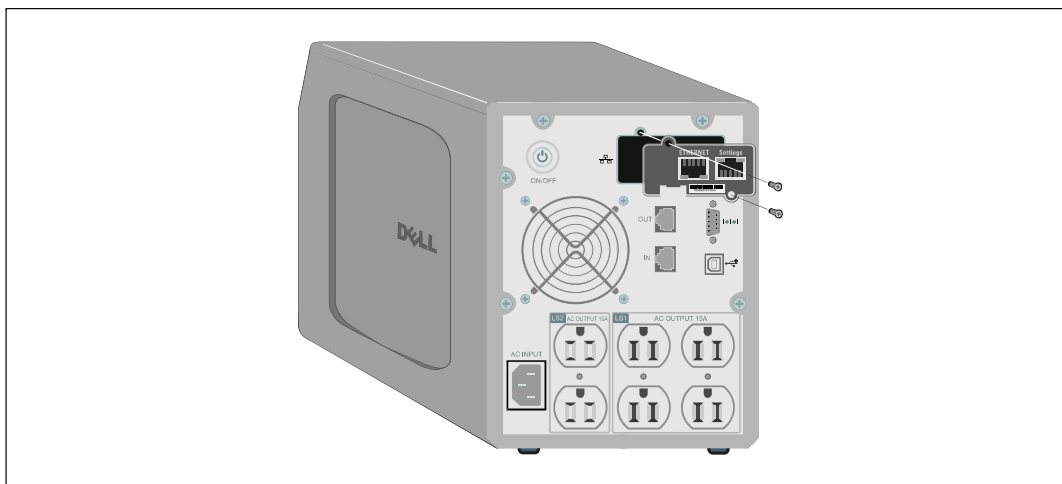

Рисунок 4. Установка карты
- 4 Вставьте карта в свободный слот и закрепите ее при помощи винтов, удаленных на этапе 1 (см. Рисунок 4).